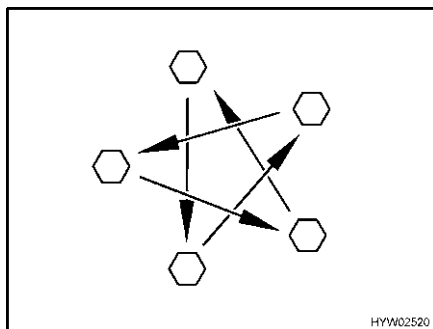

Fig. 306 Serrare a croce i dadi o i bulloni delle ruote
- Controllare regolarmente il serraggio dei dadi o dei bulloni. Regolare a croce (Fig. 306) il serraggio dei dadi o dei bulloni di una ruota sostituita dopo circa 50 km.
- ▷ Serrare a croce i dadi o i bulloni delle ruote (Fig. 306).